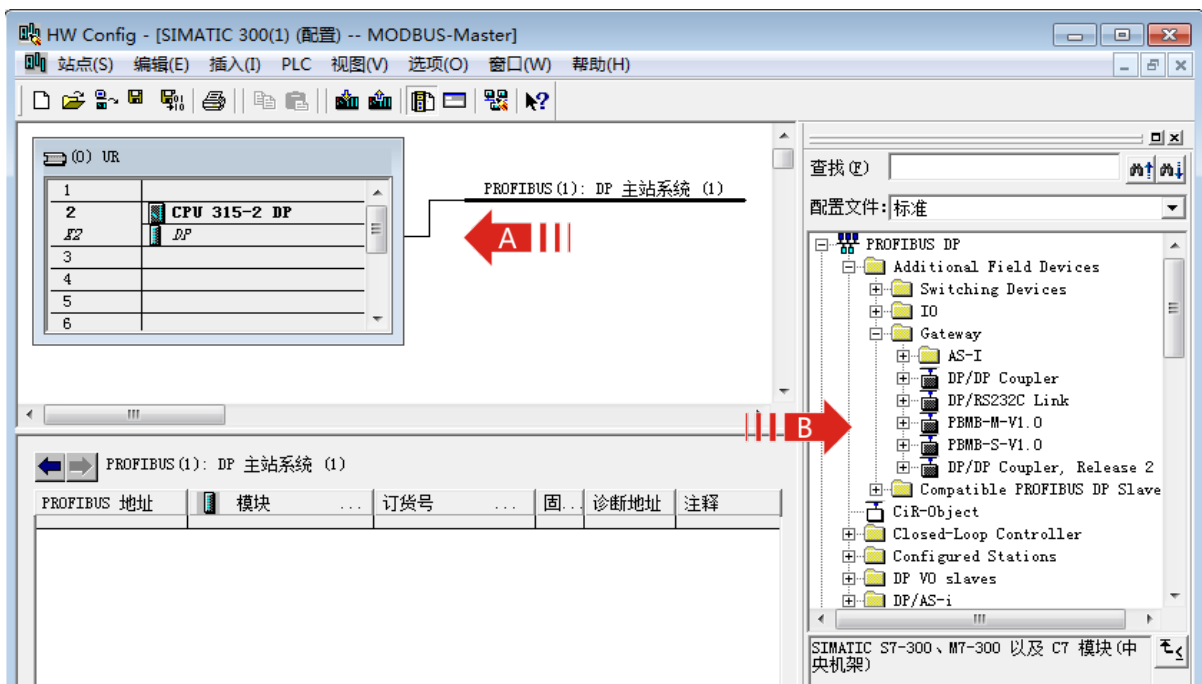
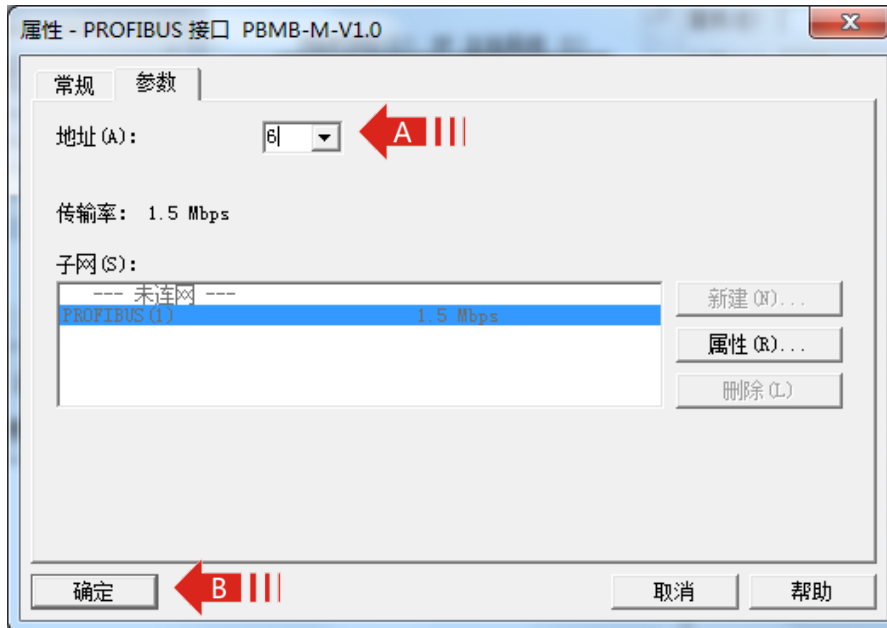
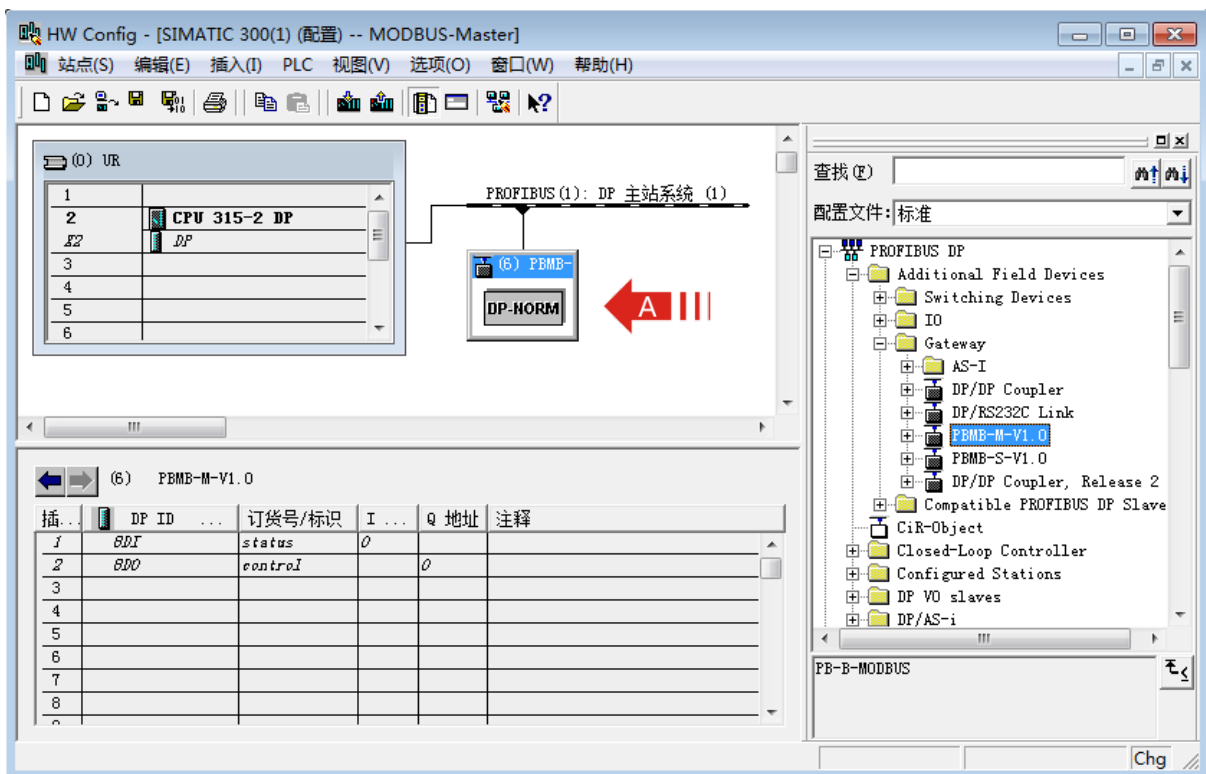

图 4-13
图 4-14
图 4-15
› 点击图 4-13 中 “PROFIBUS(1): DP master system (1)” 下方的导轨，使其由黑白相间变为黑色实线。然后打开右侧目录栏中的 PROFIBUS DP->Additional Field Devices->Gateway->PBMB-M-V1.0, 双击 PBMB-M-V1.0, 出现 “属性 – PROFIBUS 接口 PBMB-M-V1.0” 对话框，选择从站地址，本例选择从站地址 6。如图 4-14 所示。然后点击确定。结果如图 4-15 所示。